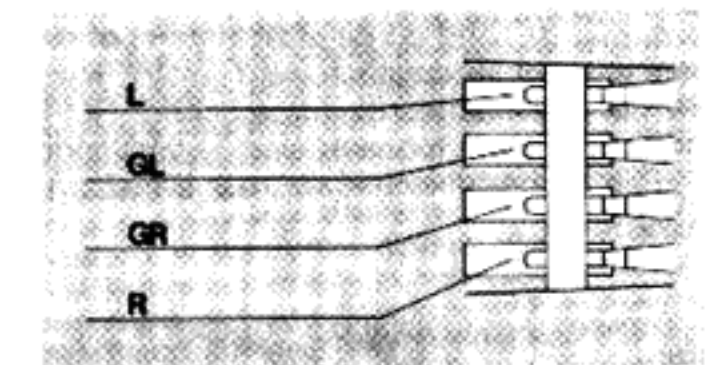

Fig. 16
3. Die Anschlüsse am Systemträger und Tonabnehmersystem sind gekennzeichnet (Fig. 16). Verbinden Sie die Anschlußblitzen des Systemträgers mit den entsprechenden und gleich gekennzeichneten Anschlußstiften des Tonabnehmersystems.
3. Les connexions sur le porte-cellule et la cellule sont repérées. Reliez les cordons du porte-cellule aux broches de la cellule portant le même repère (Fig. 16).
3. The connection inputs on the cartridge holder and on the cartridge are color coded. Connect the leads on the cartridge holder to the correspondingly coded connection pins of the cartridge (Fig. 16).